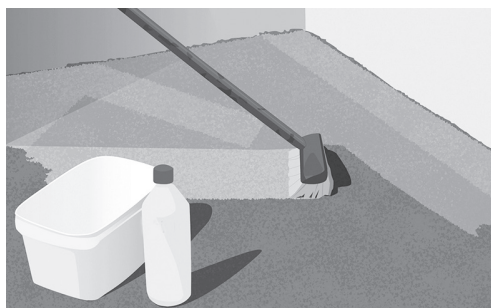

Fig. 3. Rengör och grunda golvet
7. Grunda golvet med lämplig primer (Fig. 3).